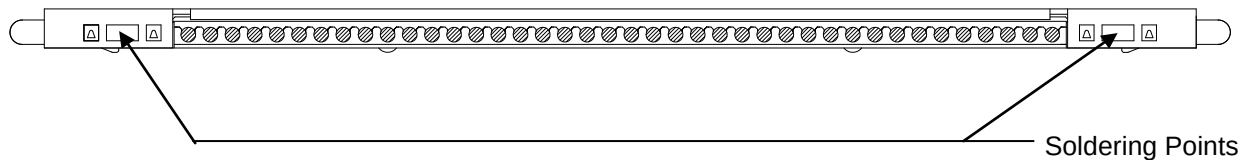

Fig.8 Soldering of UPPER SHELL and LOWER SHELL (VIEW FROM CABLE SIDE)
- ④ UPPER SHELL と LOWER SHELL を半田コテにて半田付けする。(Fig.8)
- ④ UPPER SHELL A and LOWER SHELL are soldered with the soldering iron. (Fig.8)